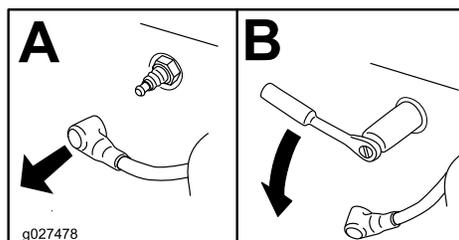

Figura 47
4. Localizați i îndepărtați bujia (bujiiile) după cum se arată în Figura 47.